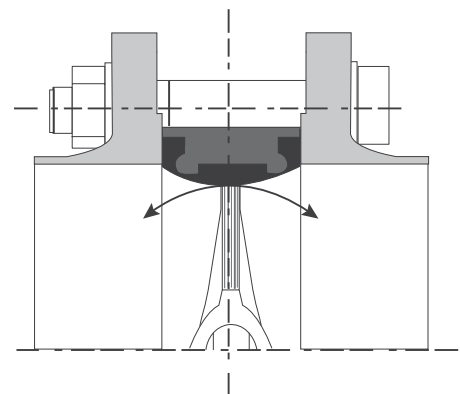

Рисунок 2. Неправильная установка
- Плохое уплотнение между манжетой и диском затвора (см. рисунок 2).